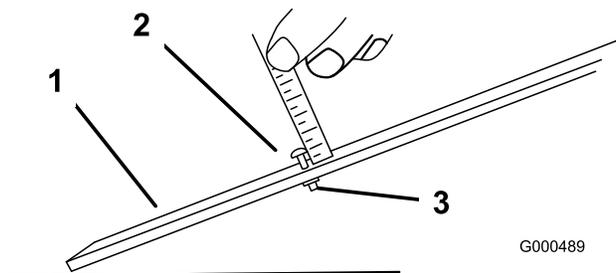

図 48
3. ゲージバー(図48)のナットをゆるめ、調整ネジを希望の刈り高に合わせる。ネジ頭の下からバーの表面までの距離が刈り高となる。